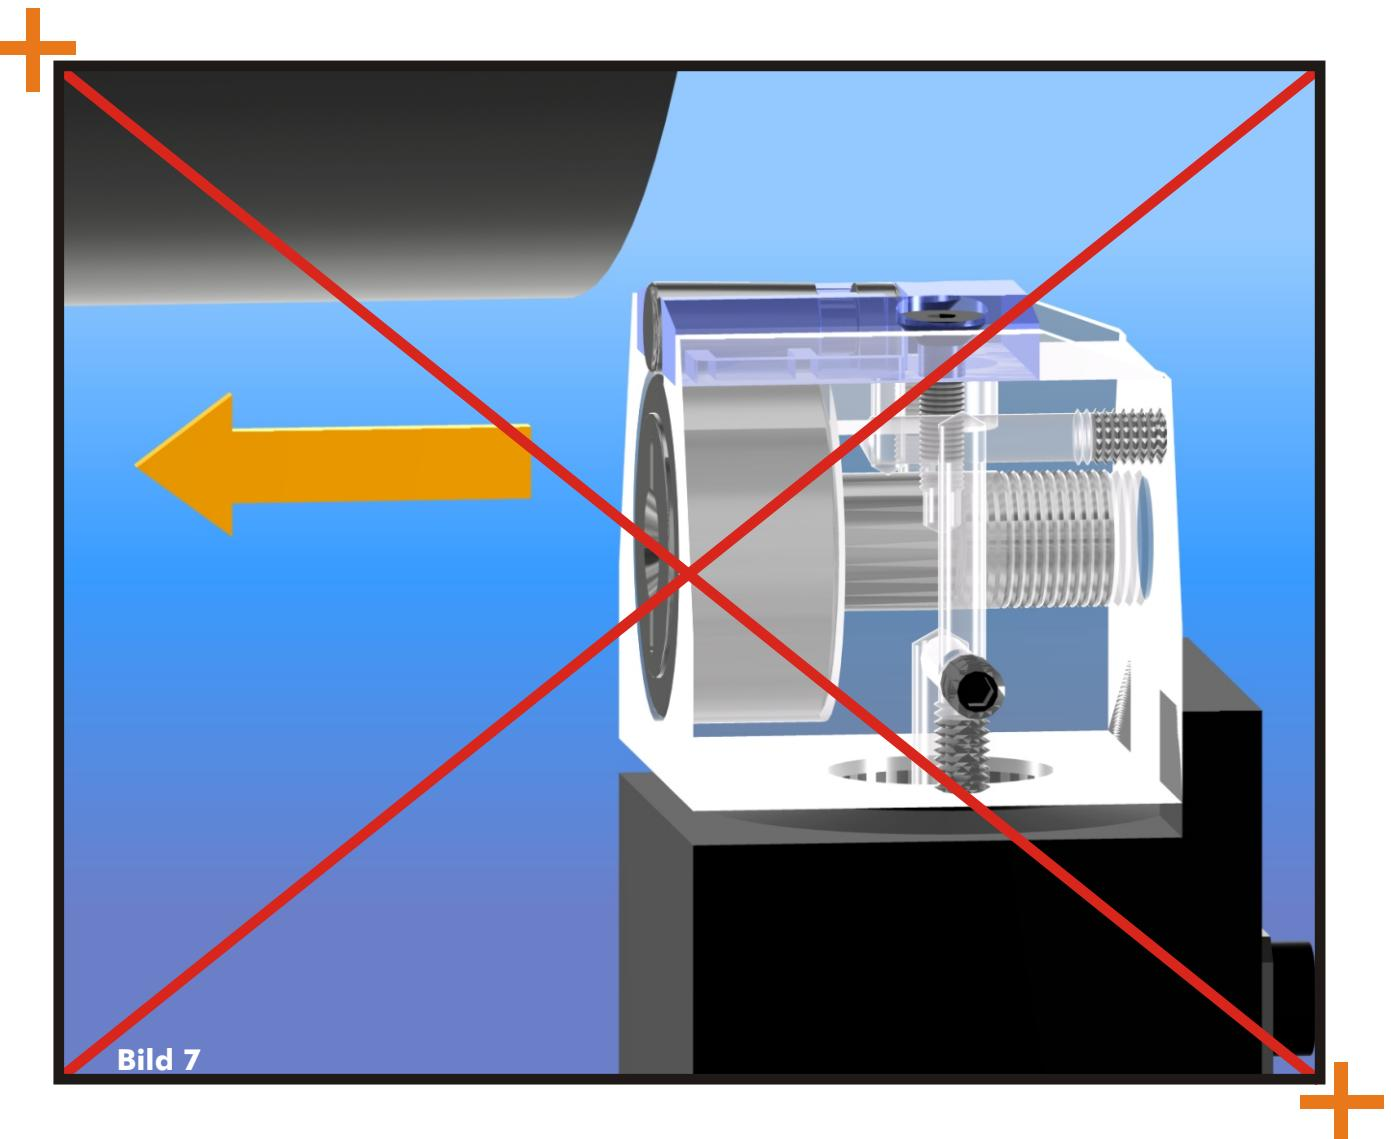

Bild 7
**! Bitte niemals den Walzvorgang von der Stirnseite des Werkstücks her einleiten, da die Glätrolle hierdurch zerstört würde (Bild 7)!**